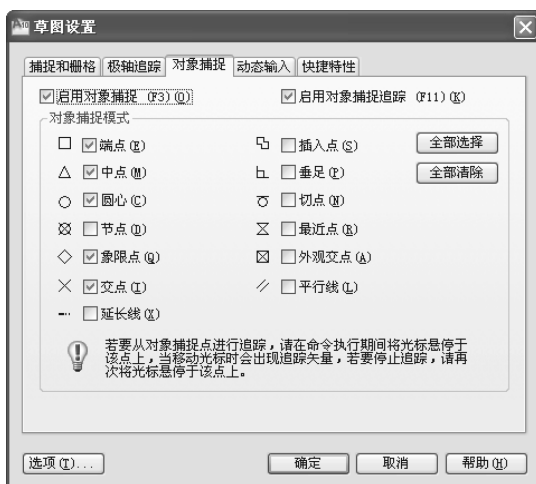

图 1-49 设置“对象捕捉”选项
(1) 打开“工具”菜单→单击“草图设置(F)…”→在“草图设置”对话框中选择“对象捕捉”选项卡→勾选“启用对象捕捉”,选中需要的捕捉模式→单击“确定”,如图 1-49 所示。
(2) 右键单击状态行的“对象捕捉”按钮→选择“设置”→打开“草图设置”对话框,步骤与第一种方法相同。
执行上述命令后，系统打开如图 1-49 所示“草图设置”对话框的“捕捉和栅格”选项卡。该选项卡包括“捕捉间距”、“栅格间距”、“捕捉类型”、“极轴间距”和“栅格行为”5 个选项卡。